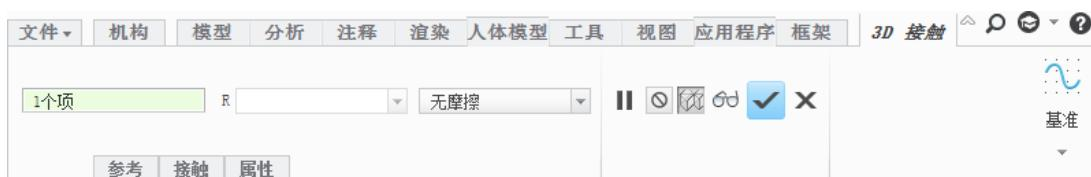

图 7.4.10 “3D 接触”操控板
(1) 选择命令。单击 **机构** 功能选项卡 **连接** 区域中的“3D 接触”按钮 ，系统弹出图 7.4.10 所示的“3D 接触”操控板。